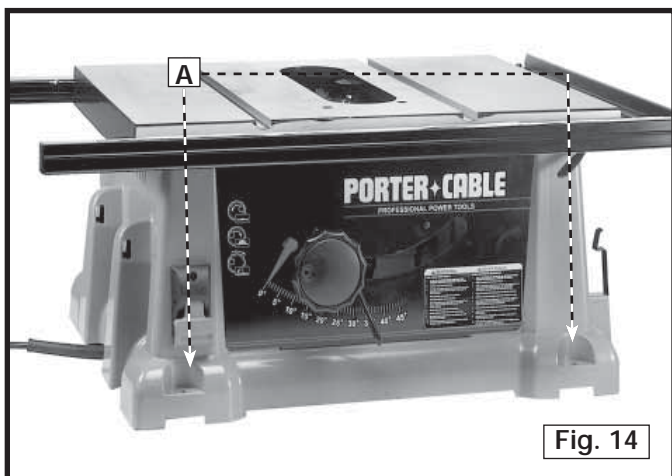

Fig. 14
Posicione los cuatro hoyos que montan localizado en la base del vno gabinete (dos de que se muestran en (A) Fig. 14 sobre cualquier apoyo apropiado que usted utilizan. Entonces abroche seguramente el vno a los apoyos. El vno puede ser asegurado abrochando el soporte por los hoyos que montan con hardware conveniente (no suministrado).